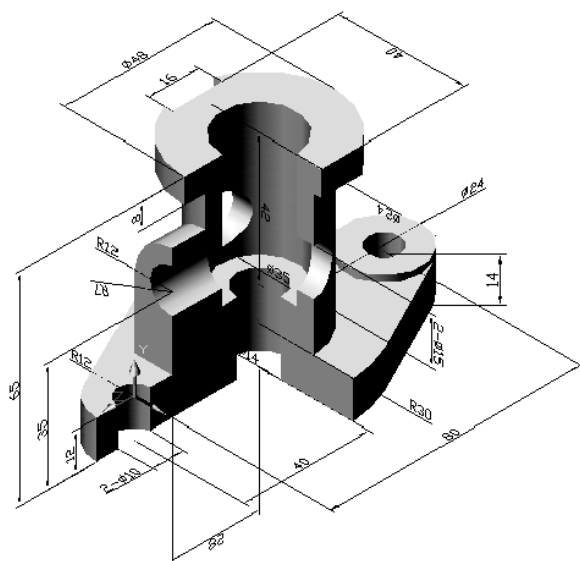

图 7-102
(53)单击【标注】工具栏上的 R 、 D 按钮，为图中所有的半径和直径进行标注。标注后的效果如图 7-102 所示：